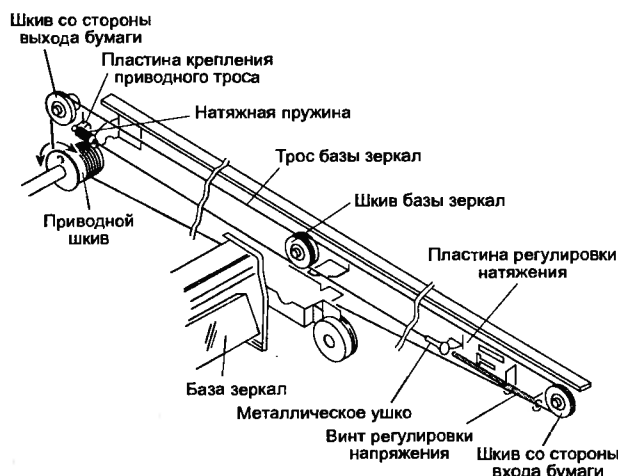

Рис. 2. Привод базы зеркал
3. Наденьте конец приводного троса базы зеркал (металлическое ушко) на крюк пластины регулировки натяжения (рис. 2);